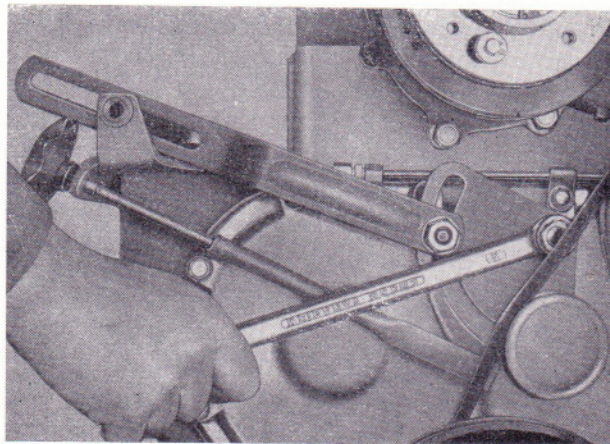

Bild 27
- Befestigungsschraube und -mutter an der Spannrollenhalterung abschrauben und Spannrollenhalterung abnehmen (Bild 27).